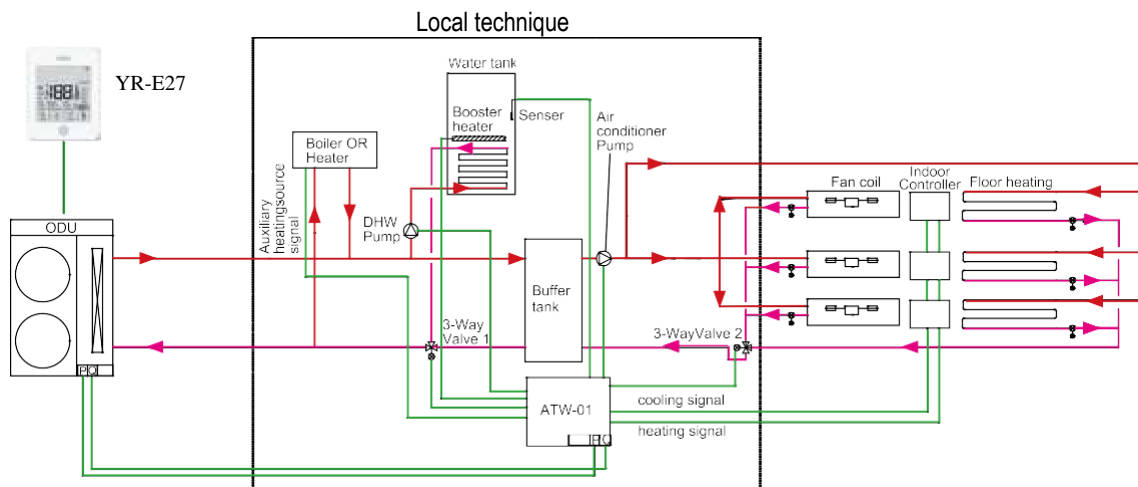

Fig.1 DHW (eau chaude sanitaire) contrôlée par YR-E27
- YR-E27 avec le capteur DHW (connecté à CN31) inséré dans le ballon d'eau chaude sanitaire, alors que la PCB extérieure BM1-1 sera réglée sur OFF (désactivé) (Fig.1) ;